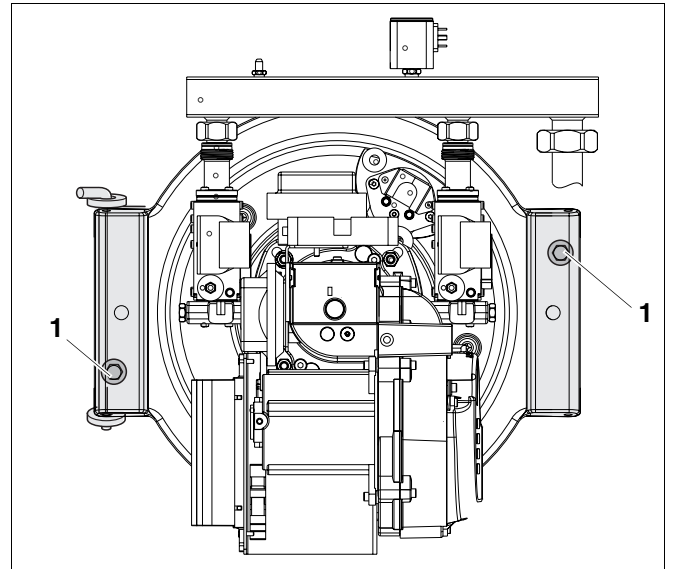

Abb. 16 Schrauben der Brennentür nachziehen
- Befestigungsschrauben der Brennentür (Abb. 16, Pos. 1) im warmen Zustand mit 10 bis 15 Nm nachziehen.